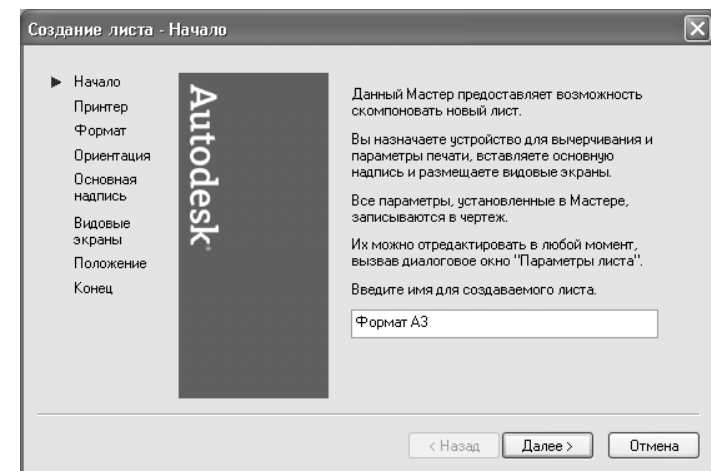

Рис. 13.18 ▼ Первое диалоговое окно мастера **Создание листа** (Create Layout)
- Введите в командном окне команду **Лист** (LAYOUT) или просто **л** (LO), а затем введите **Удалить** (DELETE) или просто **у** (D) для выбора режима удаления имеющейся компоновки. В ответ на предложение ввести имя удаляемой компоновки или нажать **Enter** для удаления текущей компоновки **Формат А2** введите **Лист1** (Layout1). Лист компоновки **Лист2** (Layout2) тут же исчезнет, а команда **Лист** (LAYOUT) завершит работу.
- Введите в первом диалоговом окне мастера название нового листа компоновки, например, **Формат А3** (рис. 13.18), а затем щелкните на кнопке **Далее** (Next).